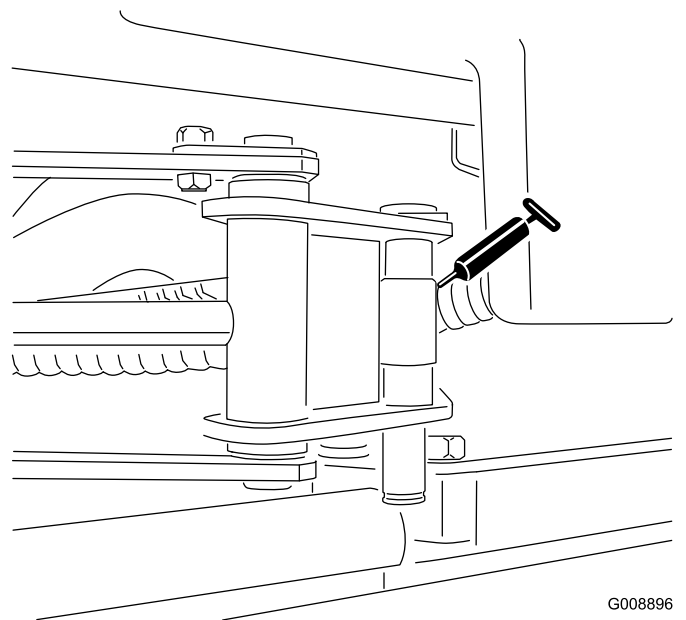

図 62
- サイドワインダーのシリンダ端部2ヶ所モデル 03171 のみ **図 62**